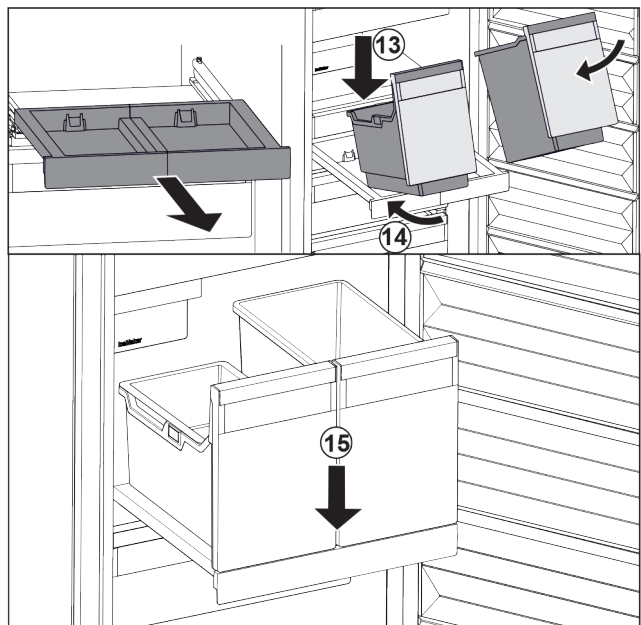

Fig. 34
- ▶ Наклоняя вниз, установите контейнеры на выдвижную панель. Fig. 34 (13)
- ▶ Вставьте контейнеры, наклоняя вниз, назад. Fig. 34 (14)
- ▶ Снимите контейнеры спереди. Fig. 34 (15)